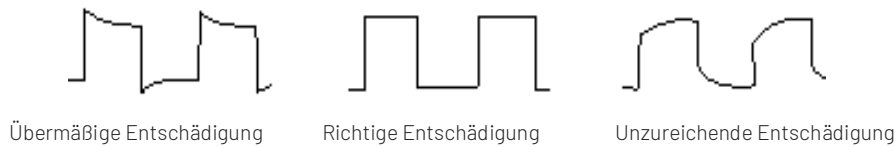

Abbildung 4-2 Kompensationskalibrierung der Sonde
- Sehen Sie sich die angezeigte Wellenform an, wie in Abbildung 4-2 dargestellt.